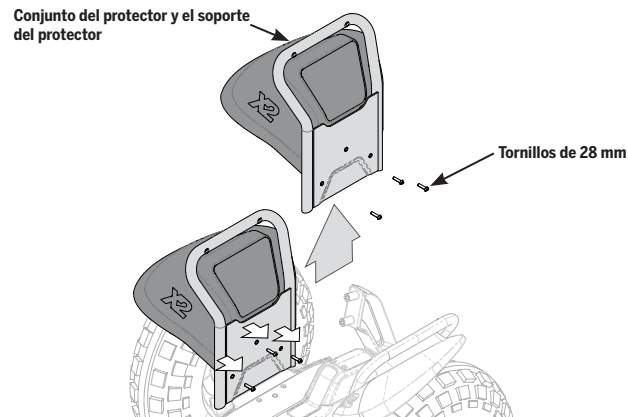

Ilustración 72: retirar/installar el conjunto del protector/soporte del protector del x2 SE
2. Retire los tres tornillos de 28 mm con una llave Allen de 4 mm (consulte la **ilustración 72**).